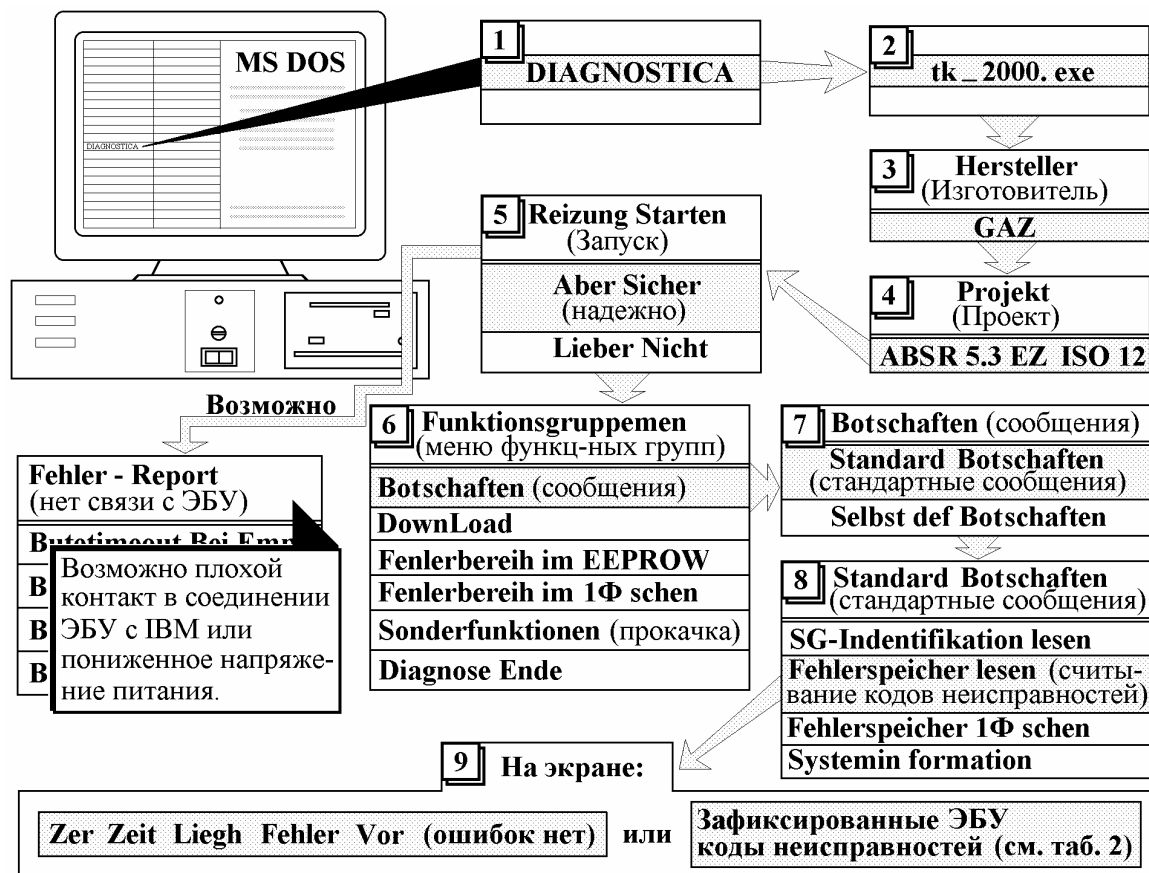

Рис. 6. Схема запуска диагностической программы и вывода на экран компьютера кодов неисправностей, зафиксированных ЭБУ АБС
5.4. Запустить диагностическую программу и вывести на экран компьютера зафиксированные ЭБУ АБС коды неисправностей согласно схеме, показанной на рис. 6.